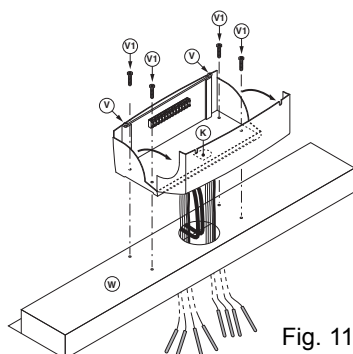

Fig. 11.2-2
- Пропустите все провода, которые выходят из электрического щитка через специальное отверстие в крышке (W) (см. рис. 11.2-2; Чувствительные элементы, которые выходят из левой стороны щитка управления, прокладываются через отверстие слева, те которые справа – через другое отверстие).
- Винтами V1 прикрепите щиток управления к крышке W (рис. 11.2-2).